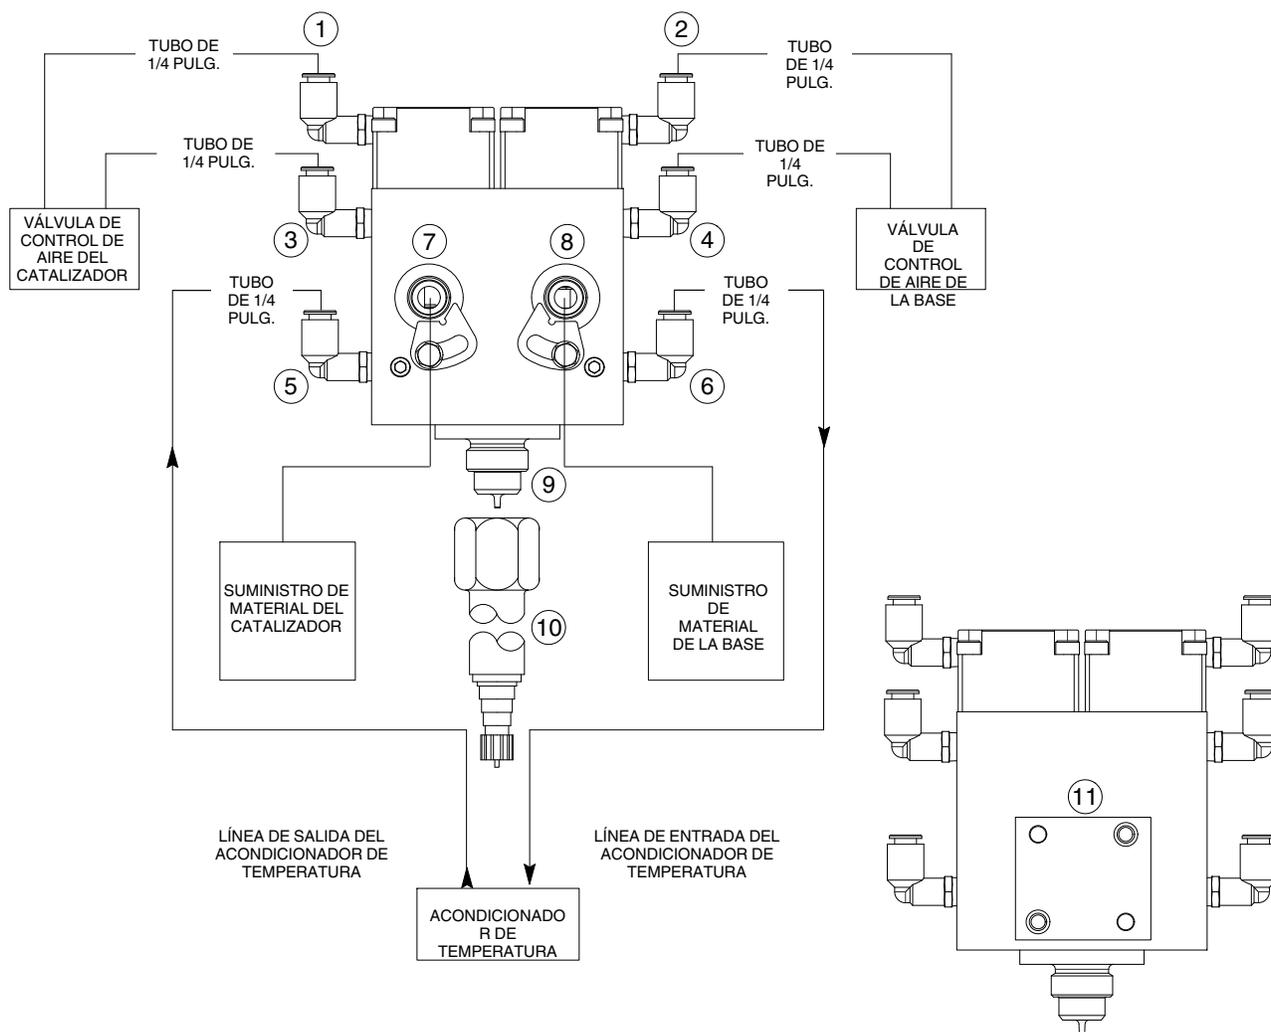

Figura 5 Conexiones de la válvula de aplicación de dos componentes independiente
2. Ver la figura 5. Instalar el separador aislante (11) entre la válvula de aplicación de dos componentes y la superficie de montaje.
1. Ver la figura 5. Conectar las líneas de suministro de aire de 1/4 pulg. desde la válvula de control de aire del catalizador hasta los racores de entrada (1) y salida (2) de apertura neumática.
2. Conectar las líneas de suministro de aire de 1/4 pulg. desde la válvula de control de aire de la base hasta los racores de entrada (2) y salida (4) de apertura neumática.
1. Ver la figura 5. Instalar una línea de suministro de agua de 1/4 pulg. entre la entrada de acondicionamiento de la temperatura (5) y la salida en el acondicionador de temperatura.
2. Instalar una línea de suministro de agua de 1/4 pulg. entre la salida de acondicionamiento de la temperatura (6) y la entrada en el acondicionador de temperatura.
1. Ver la figura 5. Instalar una línea de suministro entre la entrada de material de la base (8) y el suministro de material de la base.
2. Instalar una línea de suministro entre la entrada de material del catalizador (7) y el suministro de material del catalizador.
1. Ver la figura 5. Limpiar las roscas de la boquilla (9) para asegurarse de que el conjunto de protección del mezclador y tubo (10) se ajuste correctamente en la boquilla. Cubrir las roscas de la boquilla (9) con petróleo.
2. Instalar el conjunto de protección del mezclador y tubo (10) en la boquilla (9). Apretar la protección del mezclador a 14-16 N•m (10,5-12 pies-lb).